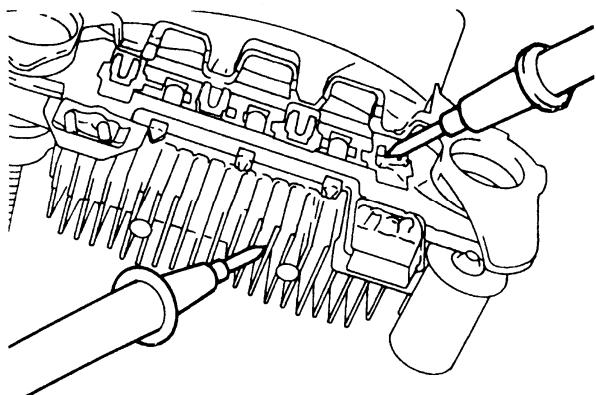

图 9-45
② (-) 散热片的检查，应检查 (-) 散热片与定子线圈导线连接端子间的导通状况。如两端导通则是二极管短路，应更换整流器（见图 9-45）。